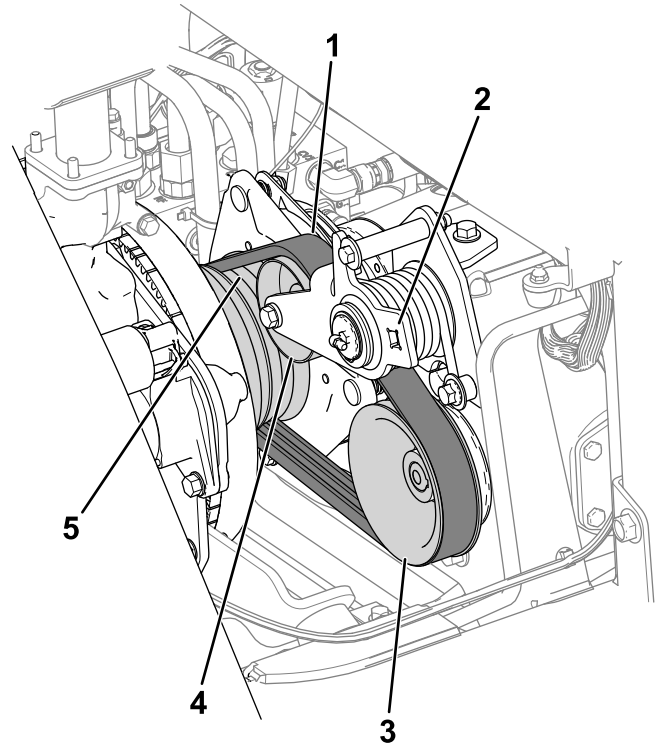

Figura 78
3. Direcționați cureaua pe fulia motorului, fulia rolei de ghidare i fulia pompei (Figura 78).